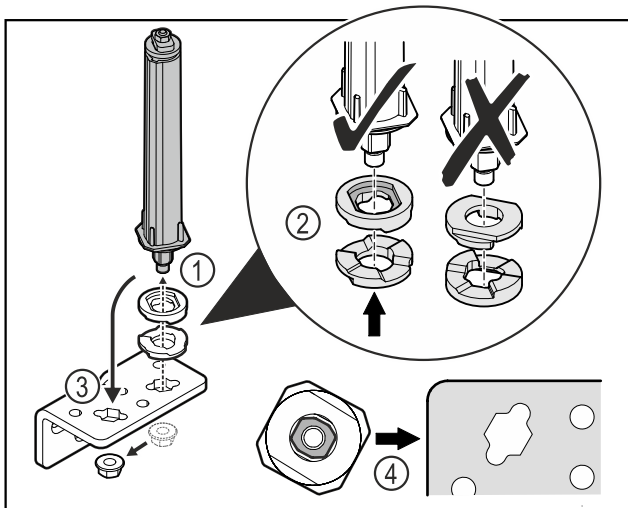

Fig. 37
- ▶ Mutter lösen und Türschließsystem entfernen Fig. 37 (1).
- ▶ Auf die korrekte Ausrichtung der Höhenverstelleiben achten Fig. 37 (2).
- ▶ Türschließsystem im Scharnierwinkel umsetzen und mit der Mutter fixieren Fig. 37 (3).
- ▶ Beim Einsetzen auf die korrekte Ausrichtung des Türschließsystems achten Fig. 37 (4).